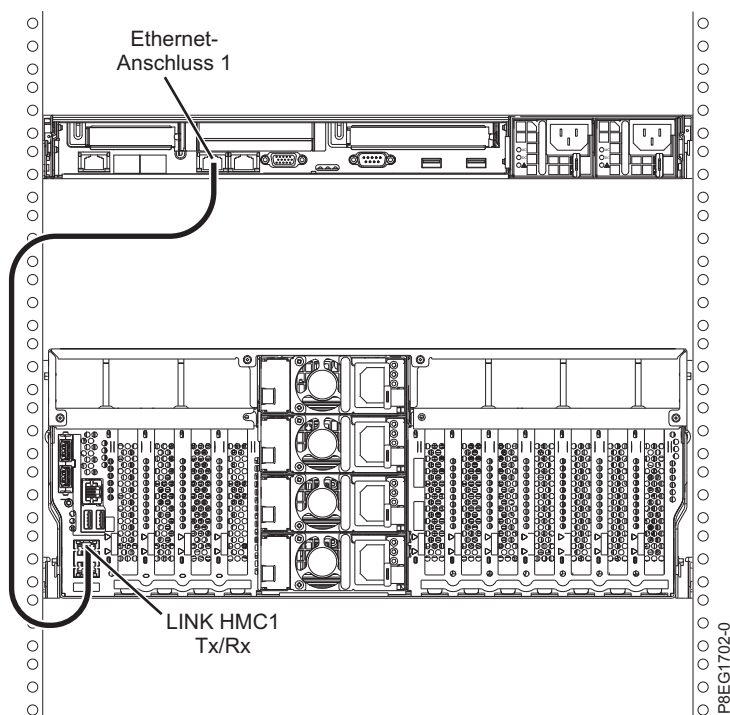

Abbildung 12. HMC an das verwaltete System anschließen
1. Wenn Sie Ihre HMC direkt an das verwaltete System anschließen möchten, schließen Sie den **Ethernet-Anschluss 1** der HMC an den Anschluss **HMC1** des verwalteten Systems an. Siehe Abb. 12.